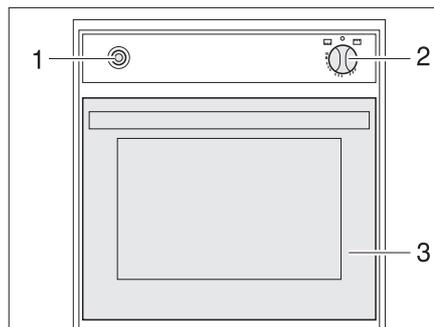

Fig. 129 Horno de gas
- Abrir la puerta del horno (Fig. 129,3) completamente.
- Presionar ligeramente el regulador giratorio (Fig. 129,2) y ponerlo en "🔥" (Horno).
- Presionar el regulador giratorio (Fig. 129,2) y mantenerlo presionado por 5 a 10 segundos. El gas circula hacia el quemador.
- Presionar el interruptor de encendido (Fig. 129,1) tantas veces como sean necesarias para que arda la llama.
- Girar el regulador giratorio (Fig. 129,2) a "0". La llama se apaga.